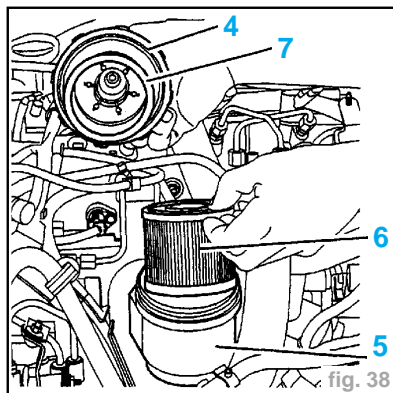

fig. 38
- Déposer (fig. 38)
- le couvercle (4)
- la rondelle ondulée (7)
- l'élément filtrant (6)
- Laisser s'écouler le carburant contenu dans le filtre à carburant (5) (fig. 38).
- Déposer le filtre à carburant (5).
- Reposer le filtre à carburant (5) (fig. 38)
- l'élément filtrant neuf (6) et le positionner correctement